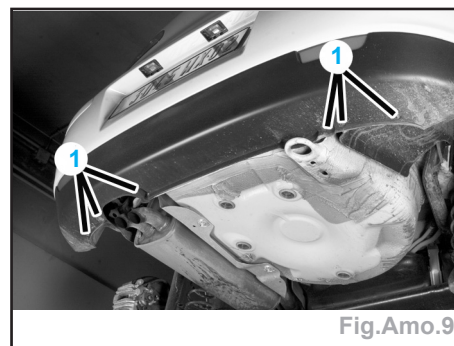

Fig.Amo.9
- les 6 vis de fixation inférieure (1) (fig.Amo.9),